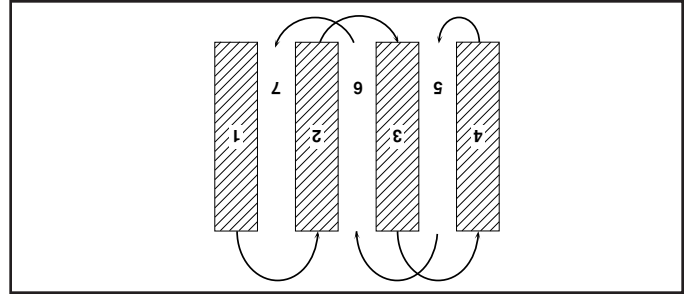

Fig. 14
- Vous trouverez le labourage beaucoup plus facile si vous laissez un sillon non bêché entre les passes. En ce temps-la retourner entre le rang de labourage (Voir la Fig. 14). Il y a deux raisons pour faire ceci. Premièrement, des virages larges sont beaucoup plus faciles à prendre que faire des demi-tours. Deuxièmement, la motobineuse ne vous entrainera pas vers le rang bêché qui est le plus proche.